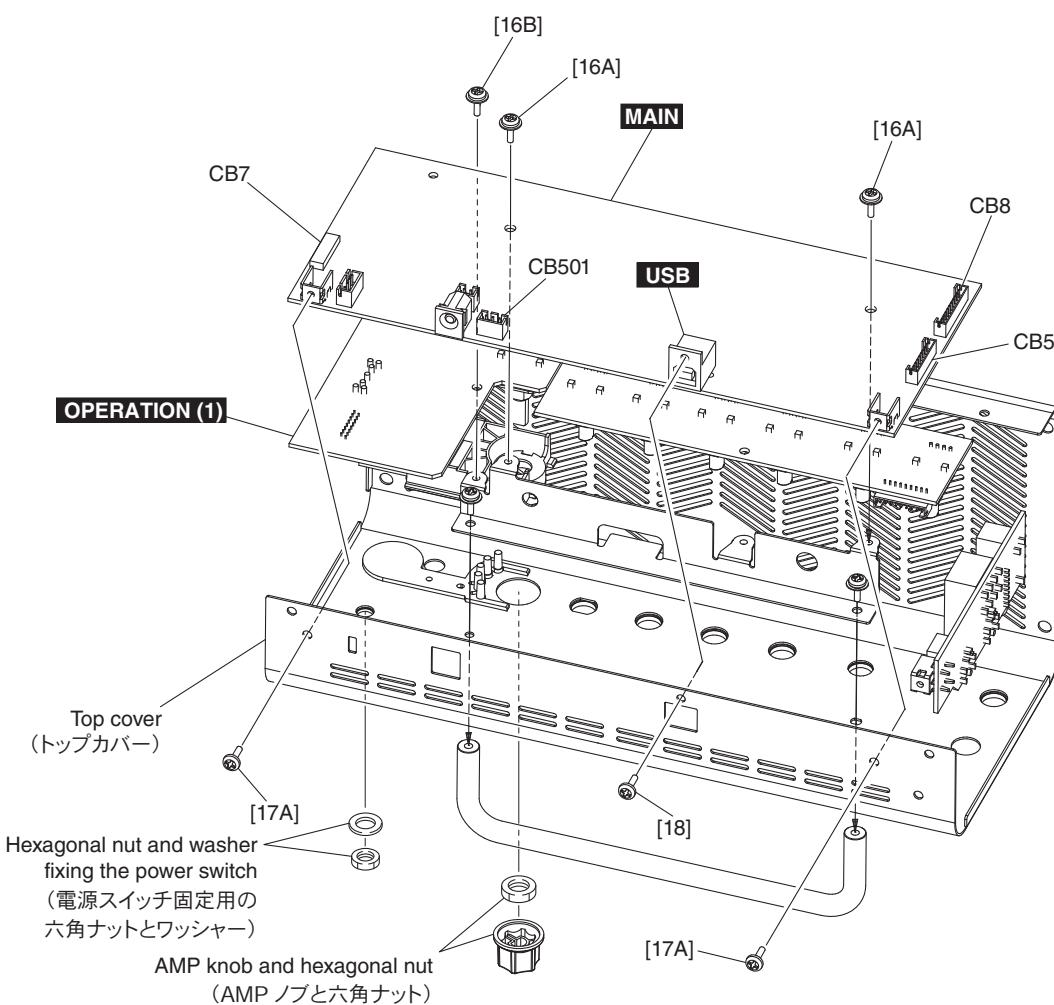
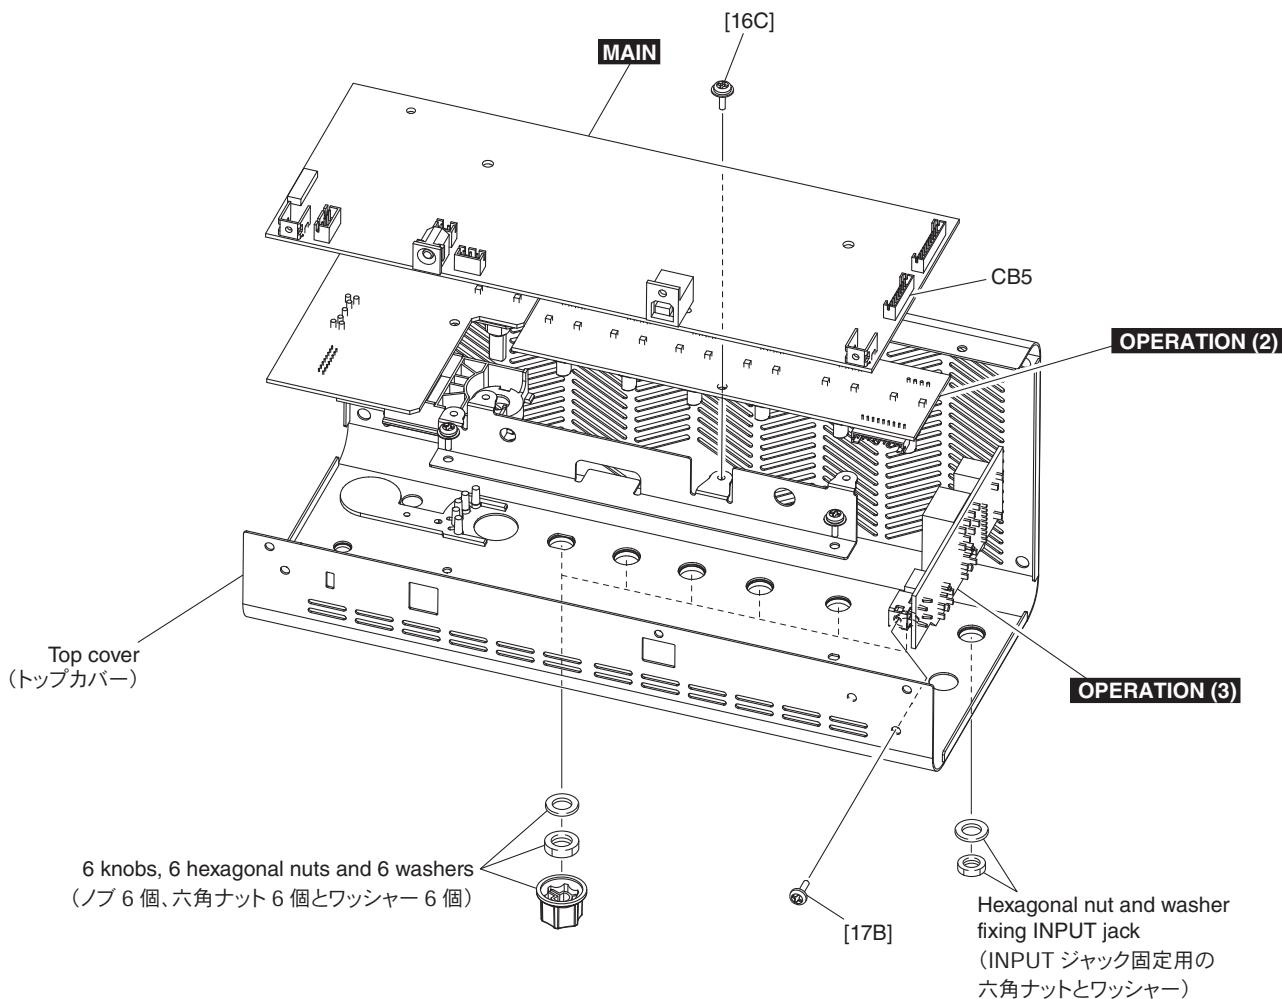

Fig. 3 (図 3)
Fig. 4 (図 4)
- 2-2 Remove the two (2) screws marked [16A], the two (2) screws marked [17A] and the screw marked [18]. The MAIN circuit board can then be removed. (Fig. 3)
- 2-3 Disconnect the flexible flat cable and the three (3) connector assemblies from CB7, CB5, CB8 and CB501 on the MAIN circuit board. (Fig. 3)
- 3-4 Remove the screw marked [16B]. The OPERATION (1) circuit board can then be removed. (Fig. 3)
- 2-2 [16A] のネジ 2 本、[17A] のネジ 2 本、[18] のネジを外し、MAIN シートを外します。 (図 3)
- 2-3 MAIN シートの CB7、CB5、CB8、CB501 からカード電線と 3 つの束線を外します。 (図 3)
- 3-4 [16B] のネジを外し、OPERATION (1) シートを外します。 (図 3)
- 4-3 Remove the six (6) knobs, six (6) hexagonal nuts and six (6) washers underneath each knob. (Fig. 4)
- 4-4 Remove the screw marked [16C]. The OPERATION (2) circuit board can then be removed. (Fig. 3)
**5. OPERATION (3) Circuit Board
- 5-2 Remove the hexagonal nut and washer fixing INPUT jack, and screw marked [17B]. The OPERATION (3) circuit board can then be removed. (Fig. 3, 4)
- 5-3 Disconnect the connector assembly from CB5 on the MAIN circuit board. (Fig. 3)
**4. OPERATION (2) シート (所要時間: 約 5 分)**
- 4-3 ノブ 6 個、各ノブの下の六角ナット 6 個とワッシャー 6 個を外します。 (図 4)
- 4-4 [16C] のネジを外し、OPERATION (2) シートを外します。 (図 3)
**5. OPERATION (3) シート (所要時間: 約 3 分)**
- 5-2 INPUT ジャック固定用の六角ナットとワッシャー、[17B] のネジを外し、OPERATION (3) シートを外します。 (図 3, 4)
- 5-3 MAIN シートの CB5 から束線を外します。 (図 3)